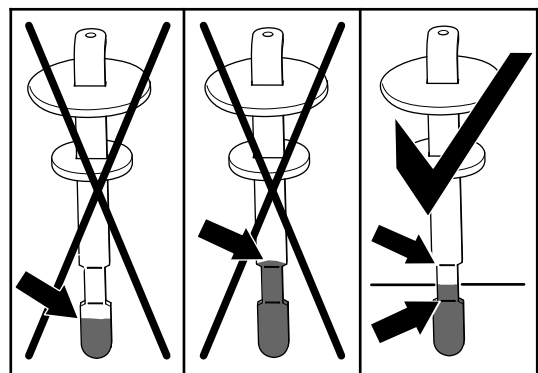

Figure 114
6. Ressortez la jauge et vérifiez le niveau de liquide (Figure 114).